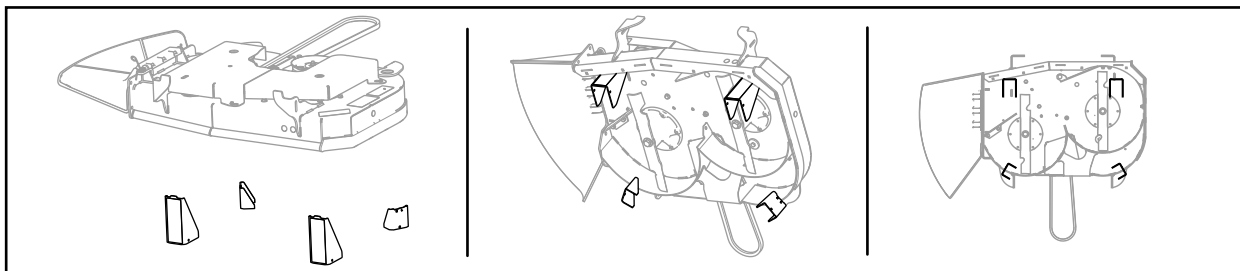
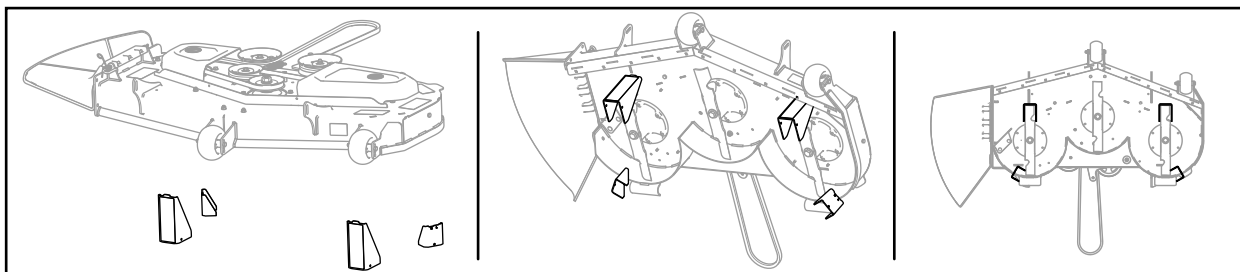

Figura 2
Figura 3
3. Coloque los soportes de altura de corte debajo de la carcasa de corte de manera que la carcasa descansa sobre los soportes al bajar la carcasa; la Figura 2 y la Figura 3 muestran la orientación correcta.